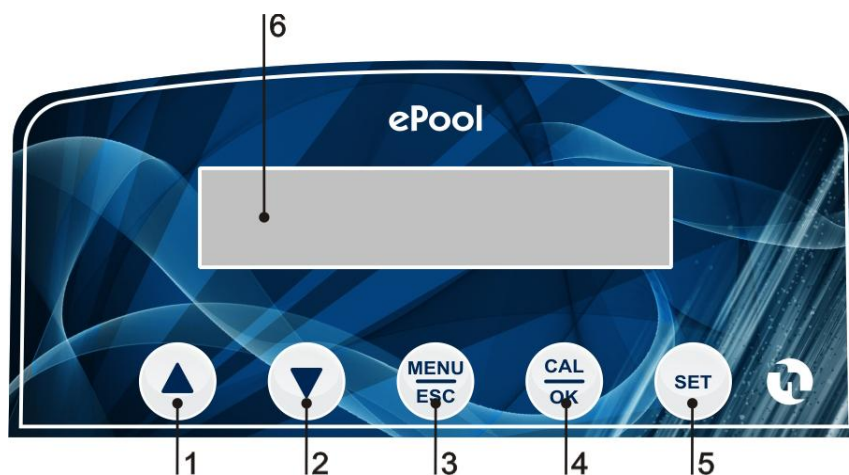

Fig. 4 – Commandes
- S'assurer qu'elle est débranchée du réseau électrique (les deux polarités) en retirant les conducteurs des points de contact du réseau en séparant les deux fils d'une distance minimum de 3 mm (fig. 4).
Appuyez sur la flèche en même temps le haut (1) et flèche vers le bas (2), (Fig.4)
Avec la pompe en stand-by en même temps appuyez sur MENU/ESC (3) et CAL/OK (4) (fig.4)
- Connecteurs 1-2 (PMP) = Raccordement de la pompe de recirculation. Entrée à 230V (fig.4)